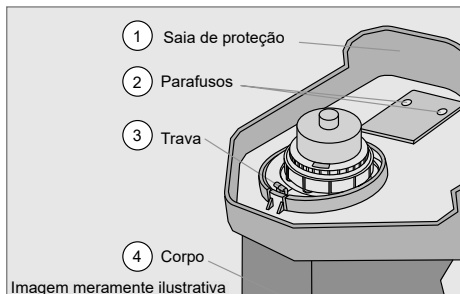

Fig. 3
- ✓ Você recebe o cortador/aparador de grama TRAPP montado, exceto a saia de proteção. Ela vem acondicionada junto com o equipamento, na mesma embalagem. Para montá-la, vire o cortador/aparador de grama para cima (Fig. 3).
- ✓ Posicione a saia de proteção conforme o desenho, encaixe-a na trava (3) (Fig. 4), pressione junto ao corpo (4), coloque os parafusos (2) e dê o aperto (Fig. 3).